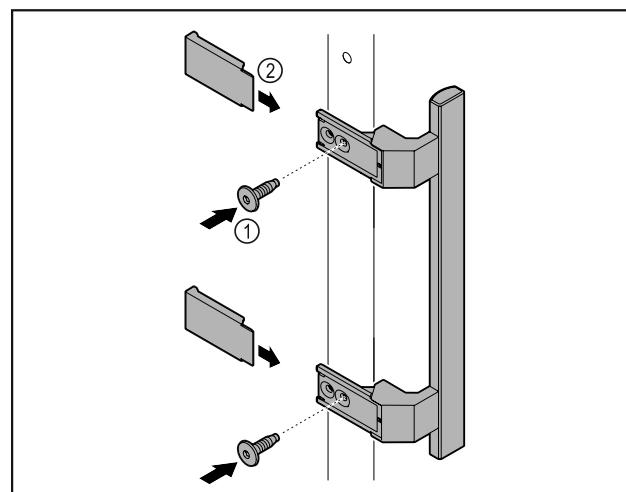

Fig. 7
► Ручку з комплекту додаткового обладнання з доданими гвинтами Fig. 7 (1) розмістити на дверях.
► Встановити кришку Fig. 7 (2).